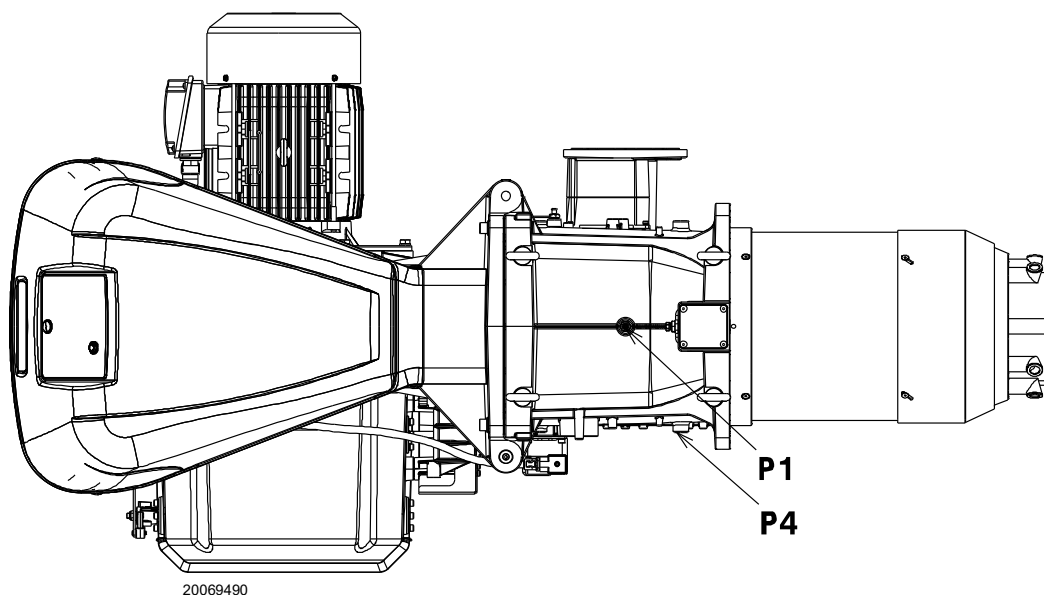

Fig. 20
Pressione del gas misurata alla presa P1)(Fig. 20), con:
- sottrarre dalla pressione del gas alla presa P1)(Fig. 20) la pressione in camera di combustione.
Pressione del gas alla presa P1)(Fig. 20) = 25.0 mbar
Per conoscere invece la pressione del gas necessaria alla presa P1)(Fig. 20), fissata la potenza MAX alla quale si desidera funzioni il bruciatore:
- Leggere sulla destra, colonna 1, la pressione alla presa P1)(Fig. 20).
pressione necessaria alla presa P1)(Fig. 20).